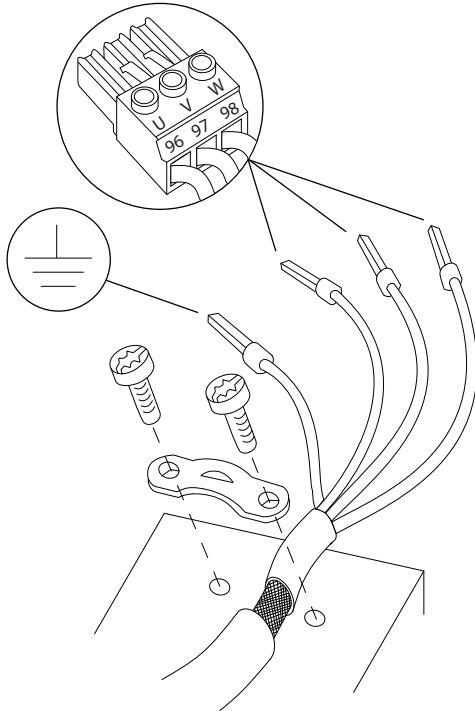

Abbildung 4.6 Motoranschluss
3. Schließen Sie das Erdungskabel gemäß den Erdungsanweisungen in *Kapitel 4.3 Erdung*, siehe *Abbildung 4.6*, an die nächstgelegene Erdungsklemme an.
4. Schließen Sie die 3 Phasen des Motorkabels an die Klemmen 96 (U), 97 (V) und 98 (W) an (siehe *Abbildung 4.6*).